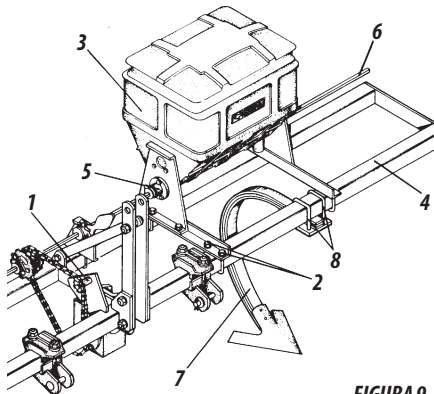

FIGURA 9
01 - Para esticar a corrente desaperte a porca do esticador item 1, e desliza o mesmo até conseguir a tensão da corrente, em seguida reaperte a porca item 1, figura 9.
05 - Para regular o espaçamento, soltar as porcas das braçadeiras item 8 figura 9, deslocar as hastes item 7 até a posição desejada. Reapertar as porcas das braçadeiras.